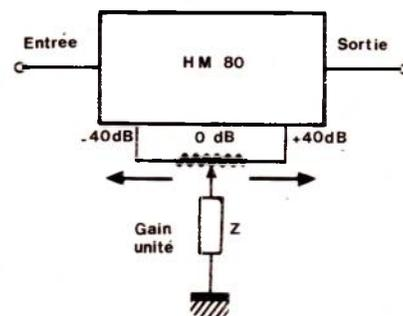

Figure 1 : Principe de fonctionnement du HM80
3. Fig. 1 : l'émetteur de Q3 est relié à la masse.
## 1. Présentation du HM80 : figure 1.
L'utilisation d'un potentiomètre de 10 kΩ linéaire selon le montage de la figure 1 permet de commander l'atténuation ou l'amplification dans la plage - 40 dB → 0 dB → + 40 dB.